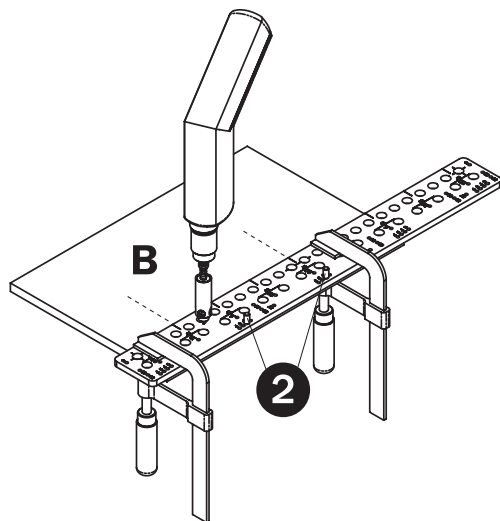

Fig. 16
Introduzca dos mandriles (pos. 2) con la serie de pasos más adecuada para la bisagra elegida (Fig. 16 e 17) en uno de los agujeros 3 - 6 (según la distancia elegida del quicio al borde). Coloque **CMT900** sobre la pieza de trabajo de modo que el eje central del paso elegido de la bisagra sobre la plantilla corresponda con el eje central sobre la pieza de trabajo y que los mandriles adhieran al borde anterior de la pieza de trabajo. Utilice el adaptador portabroca **CMT400-1** con la broca para agujeros no pasantes con diámetro de 3mm para tornillos para madera, de 5mm para tornillos euro o de 8mm para tacos de fijación rápida.